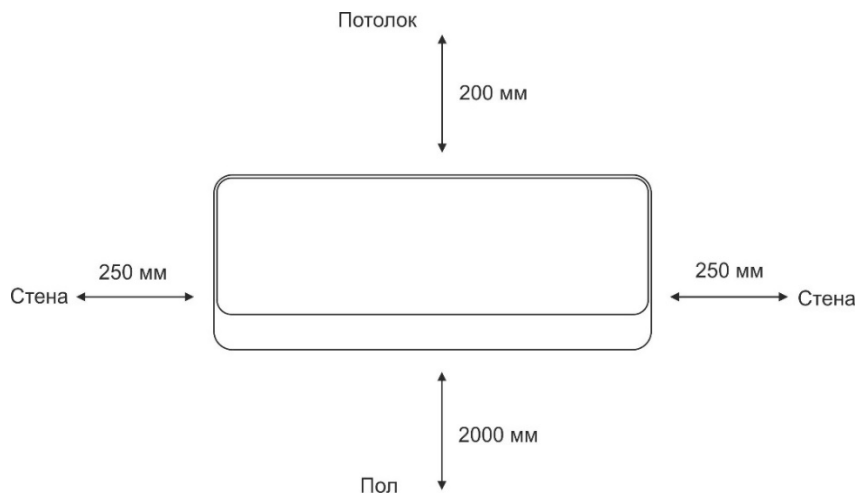

Рис. 1 Минимальное расстояние до посторонних предметов
1. Определите место установки прибора с соблюдением минимальных расстояний до посторонних предметов, потолка и пола. **(Рис.1)**.